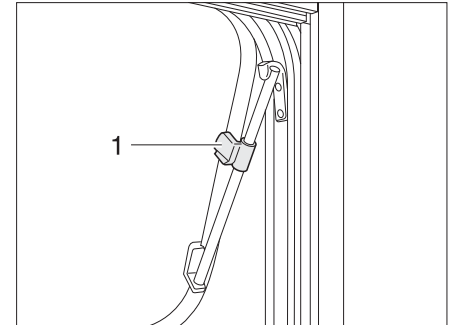

Fig. 9 Finestra apribile con deflettori a rotazione, aperta
- Aprire la finestra apribile fino alla posizione desiderata e bloccarla con il pomello zigrinato (Fig. 9,1).
- Ruotare il pomello zigrinato (Fig. 9,1) fino a sbloccare l'arresto.